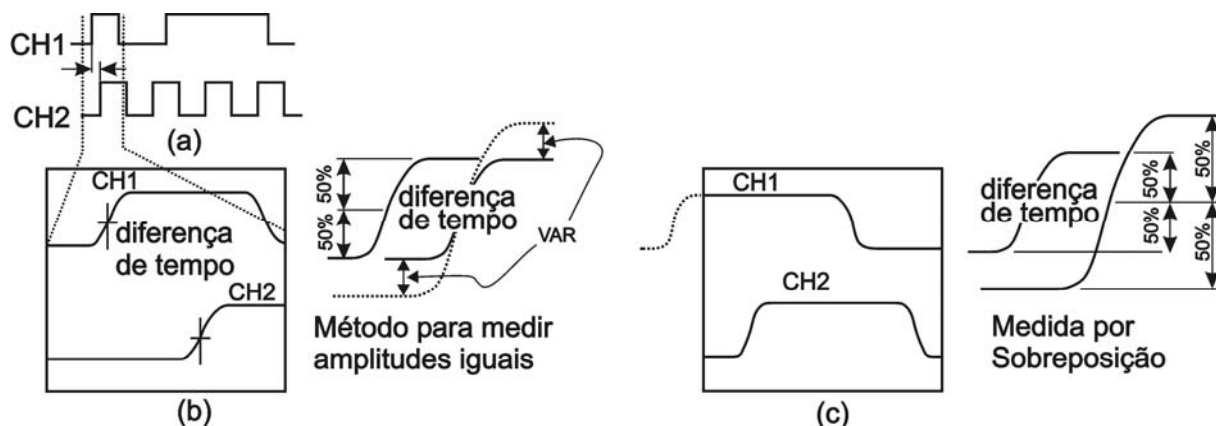

Fig. 6-5
Ajuste o sinal que é a referência para os dois sinais a serem observados, como sendo o sinal de *trigger*. (Consulte a Fig. 6-5).
- 1) Se os sinais forem como os da Fig. 6-5 (a), a Fig. 6-5 (b) será apresentada quando a fonte de sinal de *trigger* for ajustada para CH 1.
- 2) A Fig. 6-5 (c) será apresentada quando a fonte do sinal de *trigger* for ajustada para CH 2.